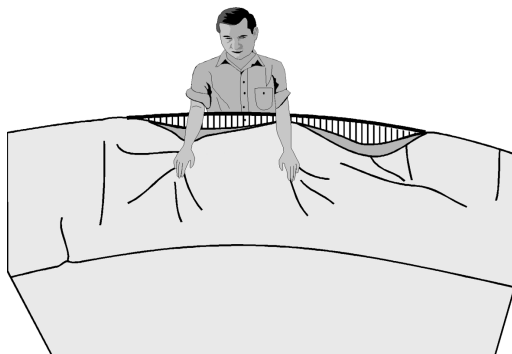

Abb. 15
- Ziehen Sie die Folie locker über den Stahlmantelrand und fixieren Sie die Folie mit Poolcoping (Abb. 15, 16). Ziehen Sie die Folie zu diesem Zeitpunkt noch nicht straff.